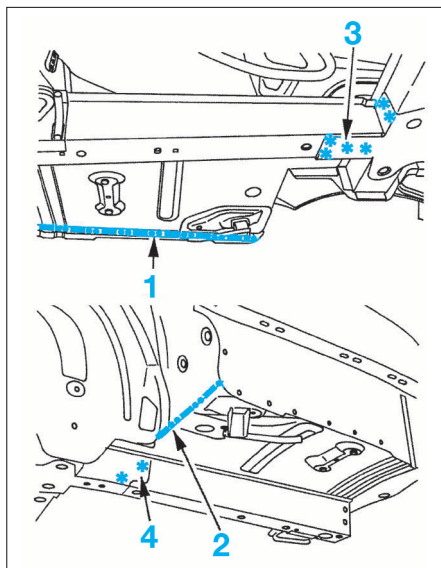

FIG. 88
- Meuler les points de soudures (1) et (2) (Fig.88).